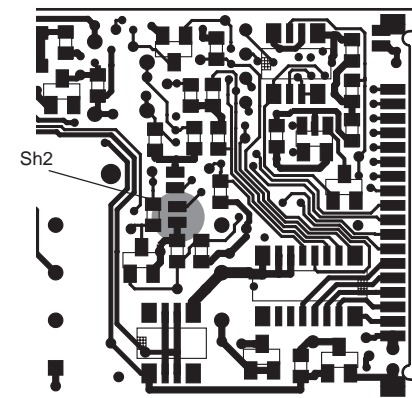

Fig.9
- 5) Souder les plaques du pontet Sh2 (voir Fig. 9).